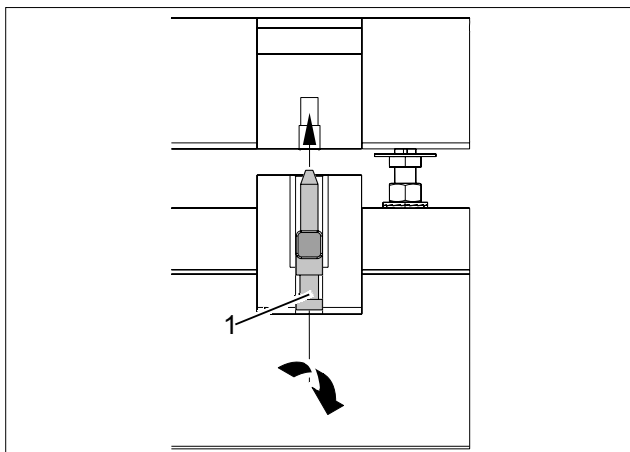

Abb. 9 Verriegelungsbolzen
1. Verriegelungsbolzen (Abb. 9/1) mit einer Gelenkkurbel ca. eine $\frac{3}{4}$ -Umdrehung nach oben eindrehen.